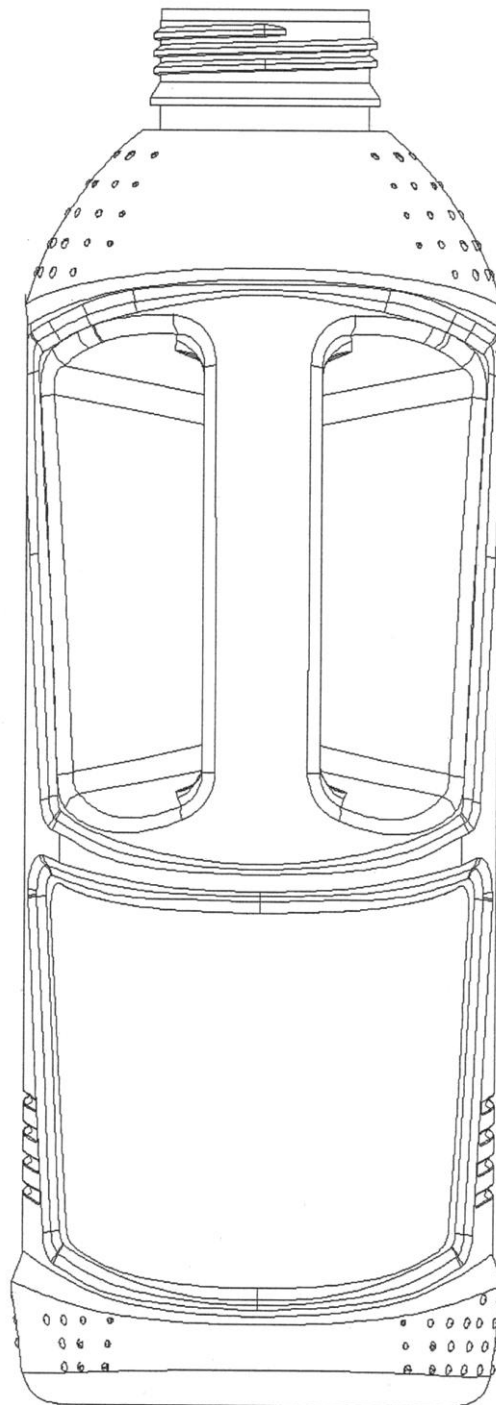

Fig. 3
- fig. 3 - odmianę 1 butelki w widoku z tyłu,